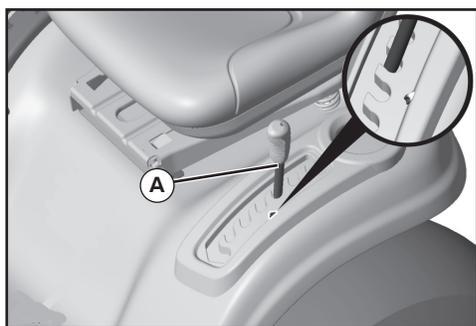

FIG. 8
- Pour tondre une grande surface, on vous conseille de commencer par tourner à droite, de façon à ce que l'herbe ne soit pas déversée sur les arbustes, les clôtures, les allées, etc. Après un ou deux tours, tondez en sens inverse en tournant à gauche jusqu'à ce que le travail soit achevé (Voir la Fig. 8).
## POUR RÉGLER LA HAUTEUR DE COUPE DE LA TONDEUSE (Voir la Fig. 8)